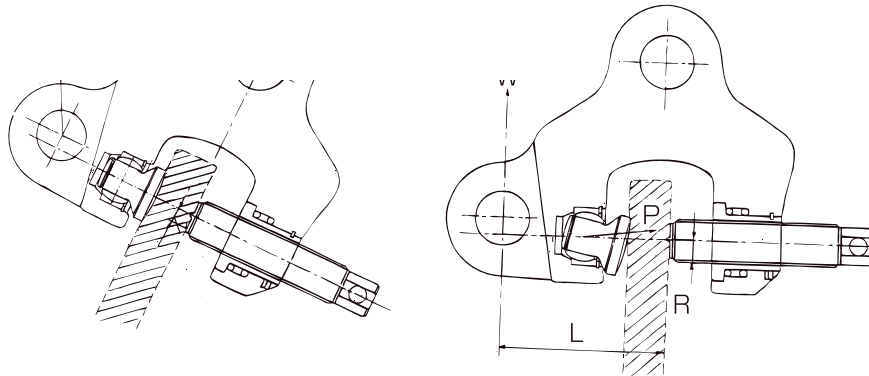

Fig. 2
2. Ved løft eller sidetrek av en stålplate som vist i Fig. 2, vil hevarmvirkningen gi videre holdekraft i tillegg til holdekraften beskrevet i punkt 1. Denne kraften er også ca. 2-3 ganger vekten av lasten som løftes eller trekkes.